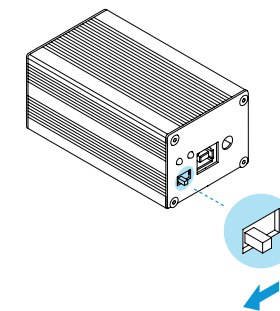

Рисунок 9. Включение интерфейсного блока и проверка питания
- Включить интерфейсный блок, проверить световую индикацию наличия входного и выходного питания (рисунок 9)